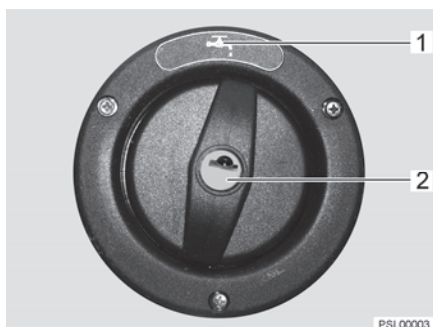

Bild 138 Lock för påfyllningsöppningen för dricksvatten
Påfyllningsöppningen för dricksvatten är märkt med symbolen "🔑" (Bild 138,1). Locket låses och låses upp med nyckeln till de utvändiga låsen (utvändiga luckorna).
- Stick in nyckeln i låscylindern (Bild 138,2) och vrid ett kvarts varv moturs.
- Öppna påfyllningsöppningen för dricksvatten (Bild 138).